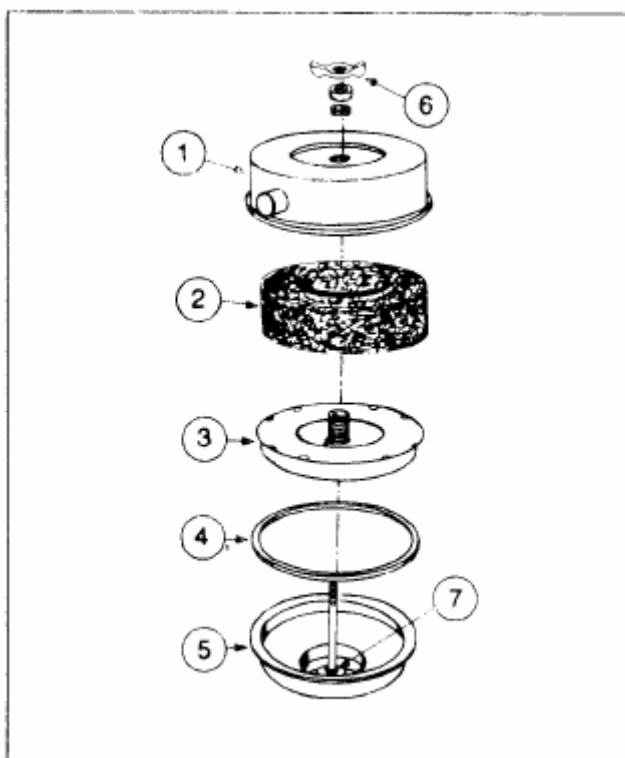

Рис.2-24 (V51909). Сапун картера двигателя - сетчатый элемент с испарителем.
1. Снимите барашковую гайку (6, Рис.2-24), плоскую шайбу и резиновую шайбу крепящие крышку (1) на корпусу сапуна (5).
2. Поднимите вверх крышку и поднимите элемент сапуна (2), элемент испарения (3) и прокладку (4).
5. Установите очищенный или новый элемент сапуна (2, Рис.2-24) и очищенный элемент испарения (3) в корпус сапуна (5).
6. Установите резиновую прокладку (4) в крышку (1). Установите собранную крышку на корпус (5).
7. Установите резиновую шайбу, плоскую шайбу и барашковую гайку (6). Надежно затяните.